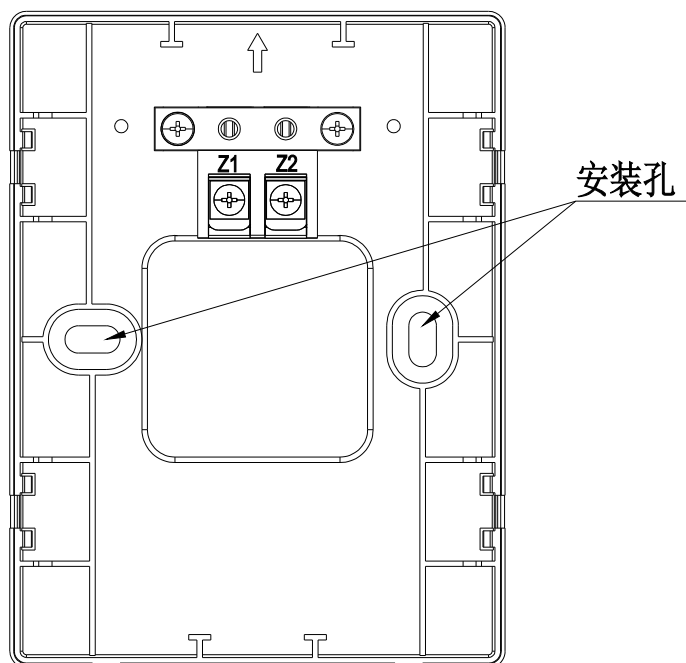

图 1-27
- (1) 警报器采用明装方式, 在普通高度空间下, 以距顶棚 0.2m 处为宜。
- (2) 声光警报器与底壳之间采用插接方式。
- (3) 安装底壳时应注意方向, 底壳示意图如图 1-27 所示。